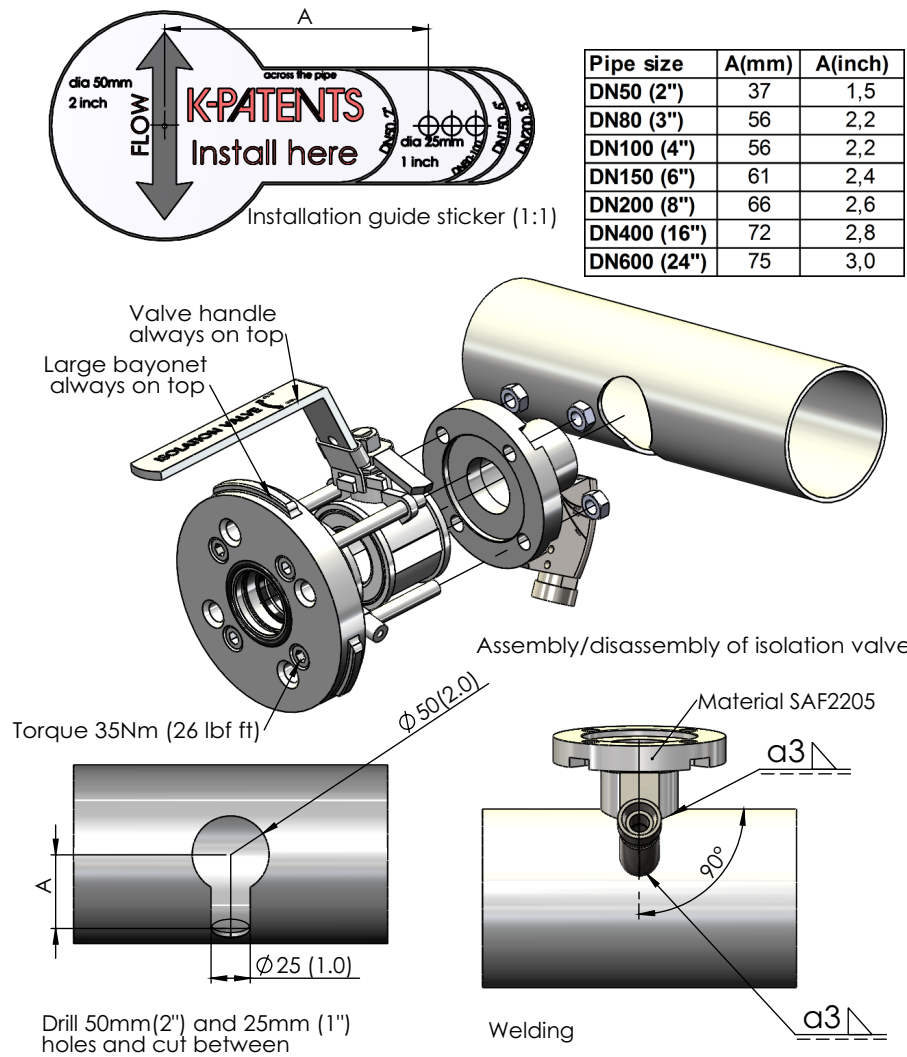
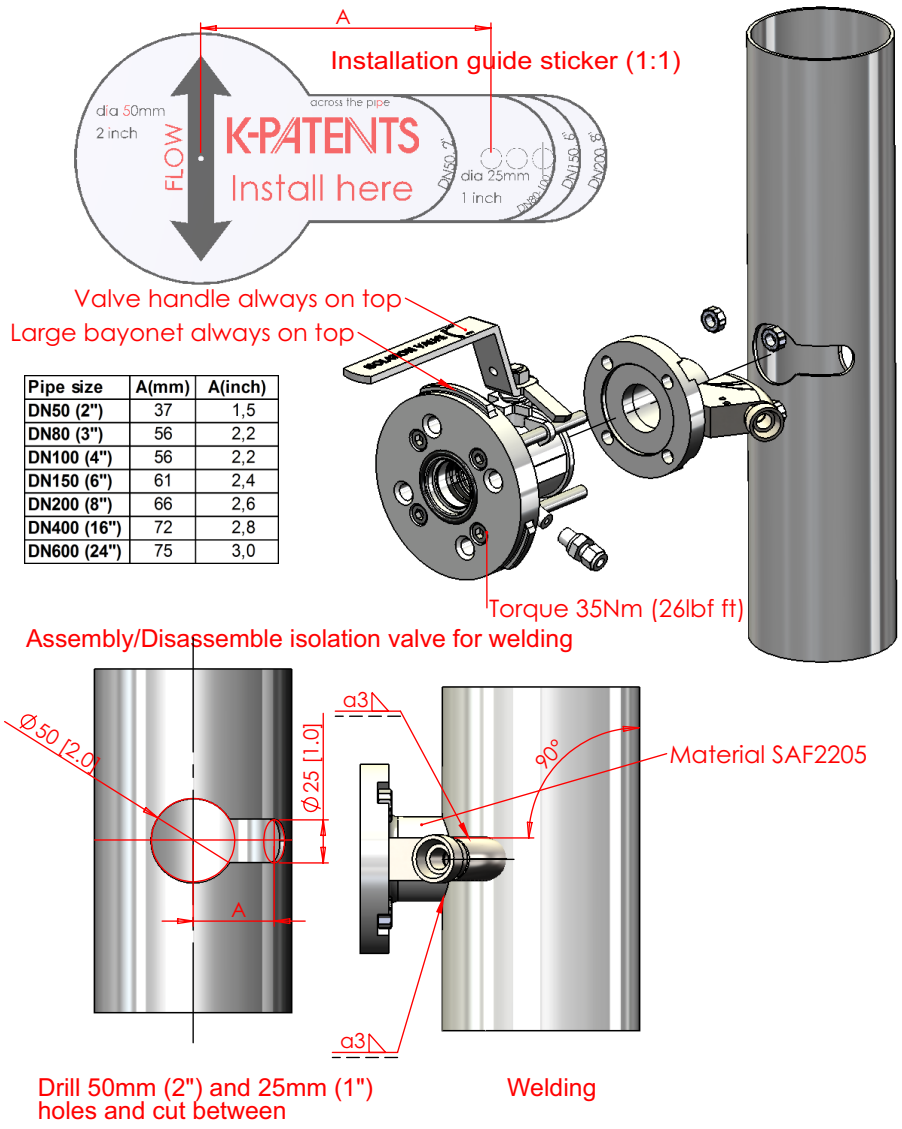

Figura 11.7 Soldadura de la válvula de aislamiento Safe-Drive™ a un tubo horizontal
Figura 11.8 Soldadura de la válvula de aislamiento Safe-Drive™ a un tubo vertical
Pasos de soldadura (consulte la Figura 11.7 o la Figura 11.8):
4. Suelde la válvula de aislamiento de acuerdo con MTG472 or MTG2149 (Figura 11.7 o Figura 11.8)